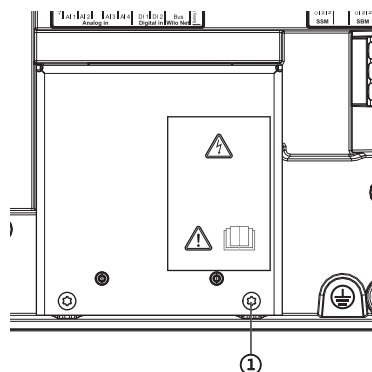

Fig. 44: Osłona blaszana EMC
10. Odkręcić śruby osłony blaszanej EMC (Fig. 44, poz. 1) i zdjąć osłonę blaszaną.